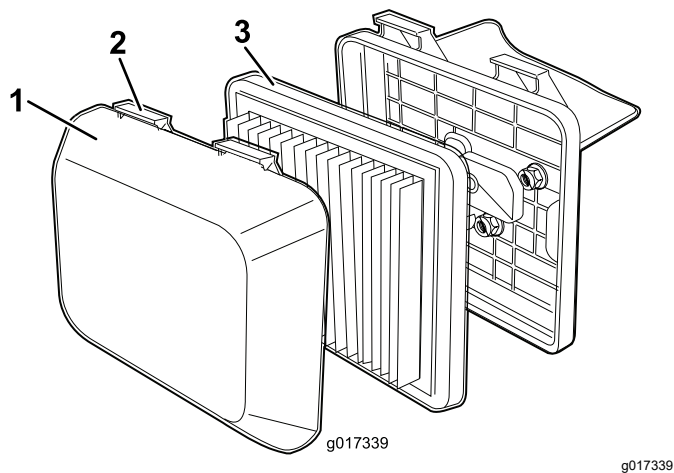

图 20
- 向下按空气滤清器盖子顶部的门锁袢扣图 20。
3. 拆下空气滤清器滤芯图 20。